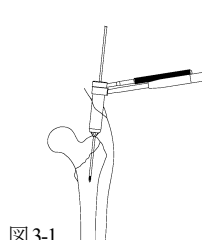
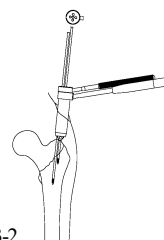

図 3-1
図 3-2
- * 3) プロキシマルリーマーを使用する場合は、スキンプロテクターにガイドピンスリーブを組み付け、3.2 ガイドピンの刺入後（図 3-1）、リーマー後端にグリップハンドルを接続し、リーミングします。（図 4）大転子の骨折部付近にネイル挿入口を作成する場合には、ロングクラウンリーマーを用います。（図 5）ガイドピンの刺入位置が適切でない場合、先に刺入したガイドピンをガイドにして、再度至適位置にガイドピンを刺入します。（図 3-2）